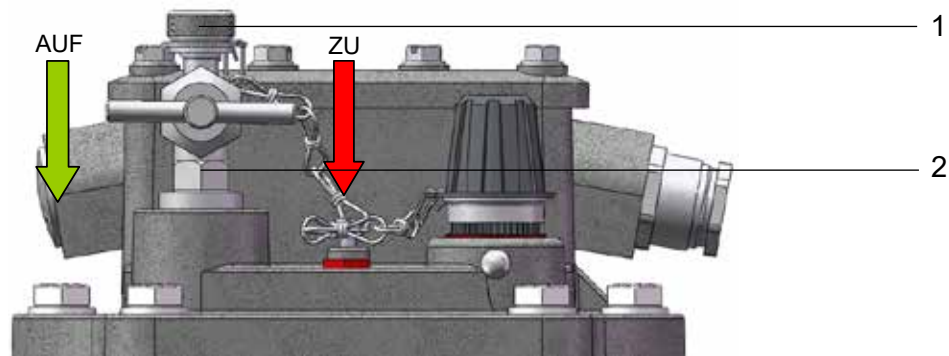

Bild 2 - Entlüftungsventil
- Kleine Hutmutter (Bild 2/ Nr. 1) vom Entlüftungsventil (Bild 2/ Nr. 2) abschrauben